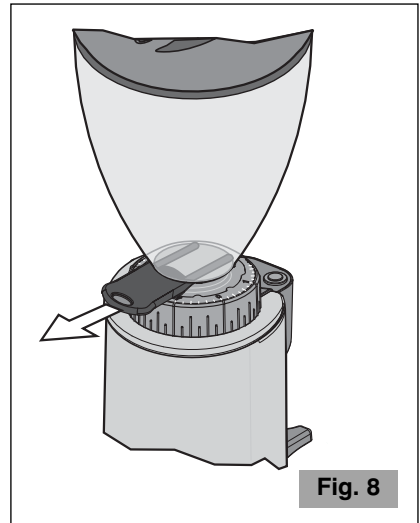

Fig. 8
**Accertarsi della completa apertura dell'otturatore della campana fino a fine corsa (ultimo scatto)** (vedi Fig. 8).